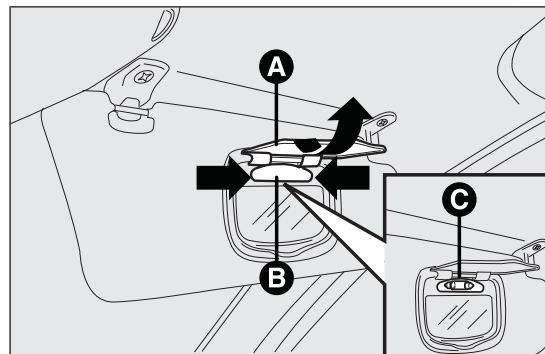

fig. 163
- ☐ ouvrir la protection A fig. 163 du miroir ;